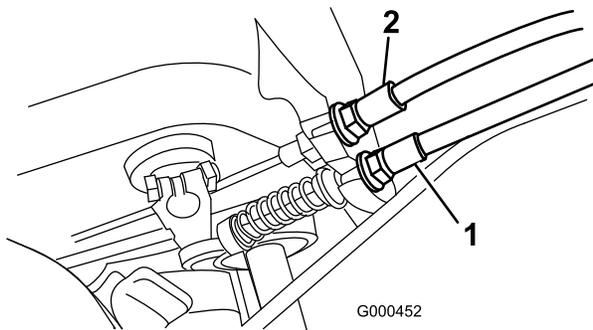

Figura 48
2. Para aumentar la tensión del cable, afloje la contratuerca delantera del cable y apriete la contratuerca trasera del cable (Figura 48) hasta que la fuerza necesaria para engranar el control de tracción sea de 4,5 a 5,8 kg.